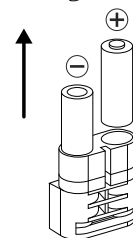

Fig. 9
- 4 Premere il tastierino contro la parete per circa un minuto (Fig. 9).
- 3 Inserire due batterie nuove. Assicurarsi che la polarità sia corretta come da disegno sul lato destro (Fig. 9).